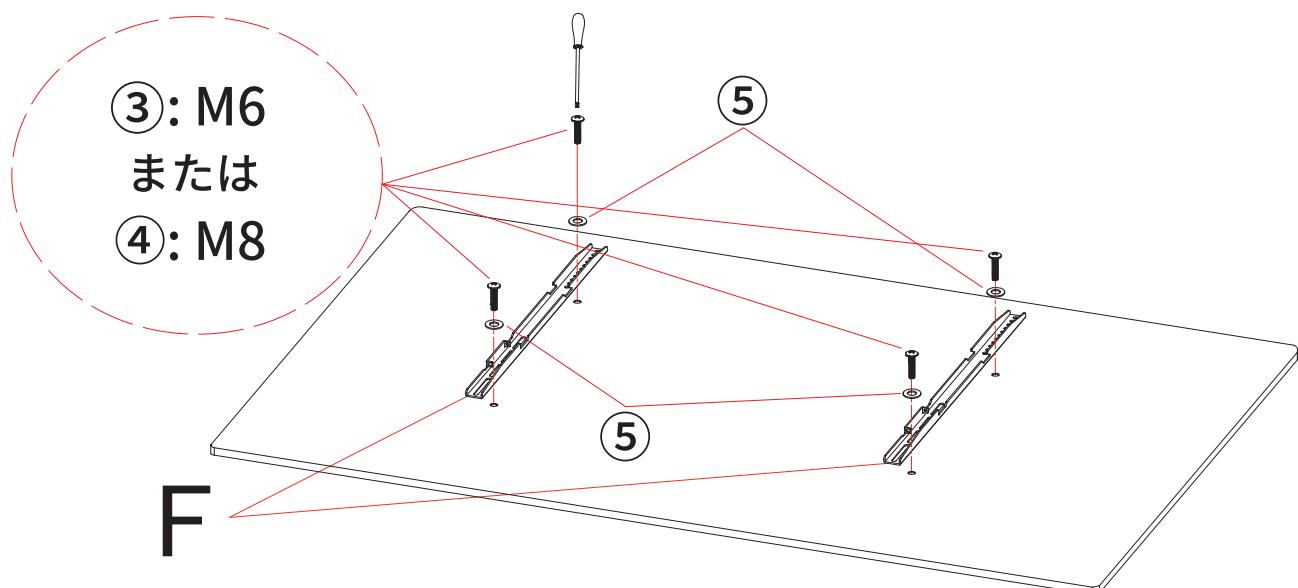

図5
Step5: ディスプレイの背面にモニター背面取付金具を取り付けます。(図5)